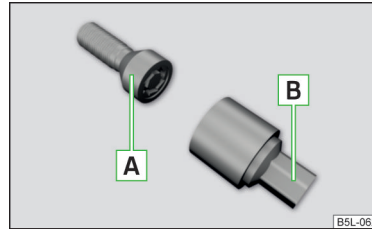

Abb. 144
Die Anti-Diebstahl-Radschrauben schützen die Räder vor einem Diebstahl. Diese können nur mithilfe des Adapters **B** » Abb. 144 gelöst bzw. festgezogen werden.
- › Den Adapter **B** » Abb. 144 mit der verzahnten Seite bis zum Anschlag in die innere Verzahnung im Kopf der Anti-Diebstahl-Radschraube **A** stecken.